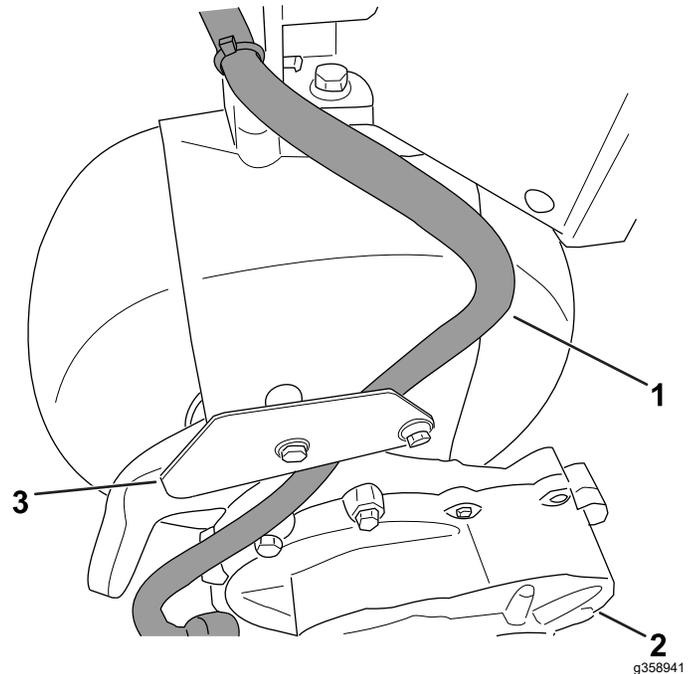

Bild 6
2. Verlegen Sie den Getriebekabelbaum zur Motorhaube, wie in Bild 6 dargestellt.